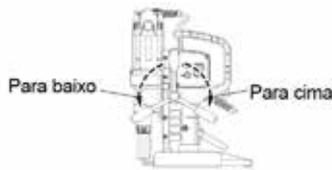

Fig. 10
(1) Levante o motor de perfuração rodando a manivela no sentido horário. (Fig. 10)